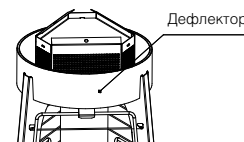

Рис. 11 – Установка дефлектора
- Оденьте сверху на профили дефлектор (Рис. 11).